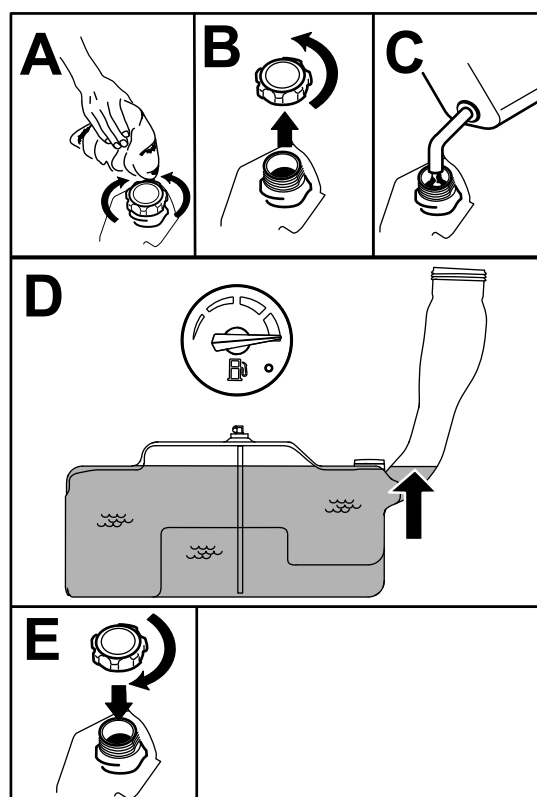

Figura 7
5. Encha o depósito de combustível até que o indicador de combustível mostre que se encontra na marca de cheio (Figura 7).